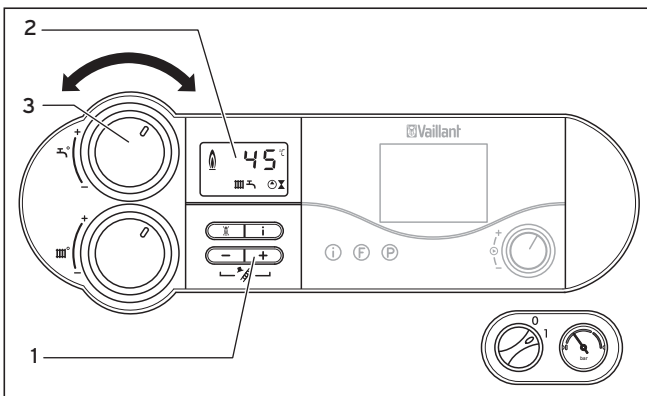

Fig. 4.6 Réglage de la température du ballon
Si la température réglée n'est pas atteinte, l'appareil se met automatiquement en marche puis réchauffe le ballon. Durant le chargement du ballon, l'affichage clignote  sur l'écran (2) (cf. figure 4.6).
- Pour cela, tournez le sélecteur (3) de réglage de la température d'eau chaude au maximum vers la gauche, cf. figure 4.6. Seule la fonction de protection contre le gel du ballon reste active.